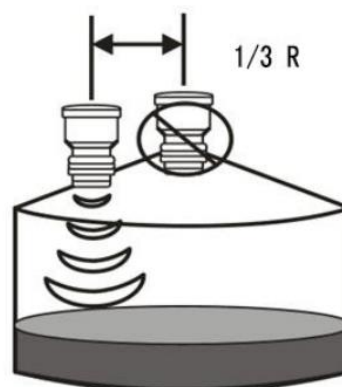

Рисунок 2
6.1.2 Должна быть учтена форма бака. Некоторые типы контейнеров (конический и сферический) могут дублировать сигнал. Правильное место установки допустит этой проблемы. Рисунок 2.